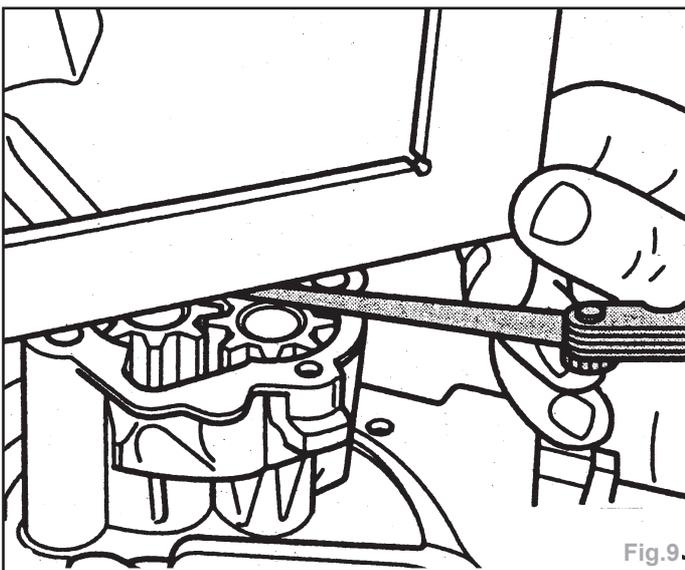

Fig.9.
- Contrôle du jeu axial (Fig.9) :